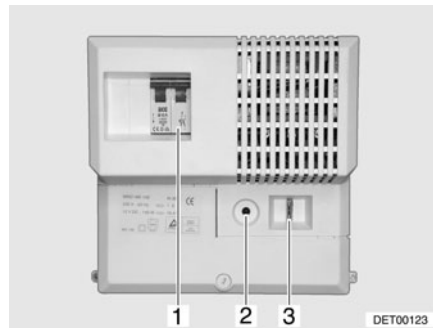

Fig. 82 Fuente de alimentación (variante 1)
En la fuente de alimentación están integrados el fusible automático de 230 V (Fig. 82,1), la protección contra sobrecargas (Fig. 82,2) y el fusible principal (Fig. 82,3).
- Pulsar el botón de mando de la protección contra sobrecargas (Fig. 82,2) (posición "On").